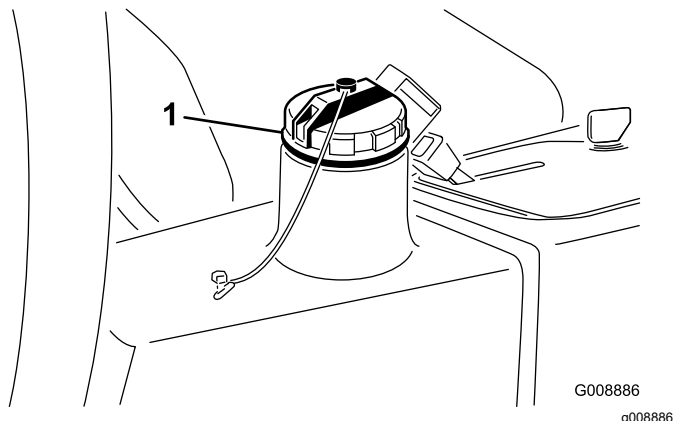

Рисунок 30
2. Очистите зону вокруг заливной горловины и крышки гидравлического бака (Рисунок 30). Снимите крышку.